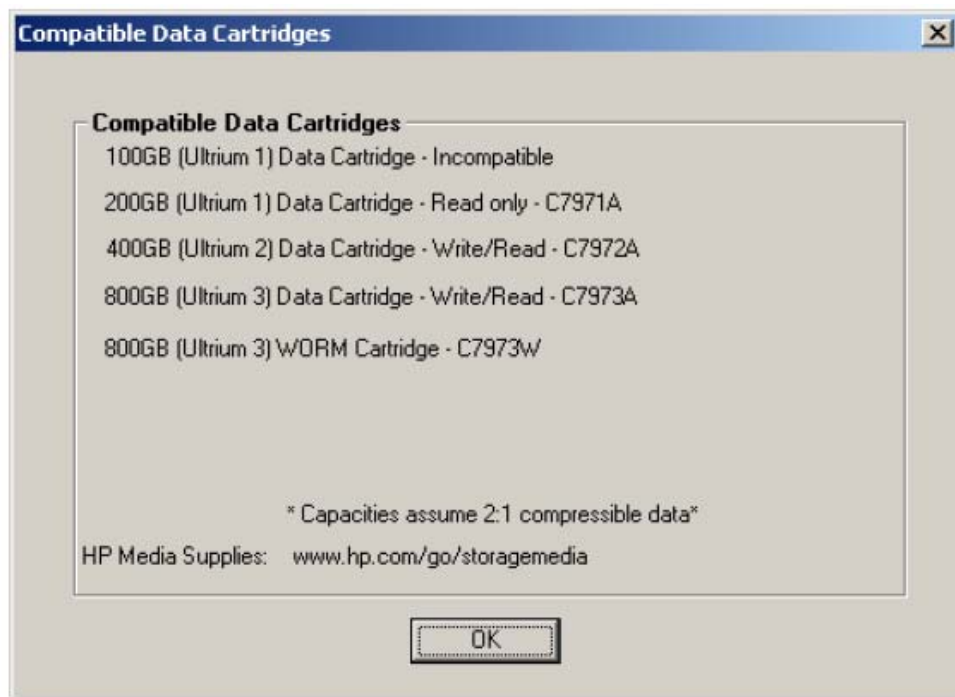

图5 数据磁带兼容信息界面
4. 点击这个按钮可以显示与该产品兼容的介质的列表，如图5所示。各类介质的信息包括：